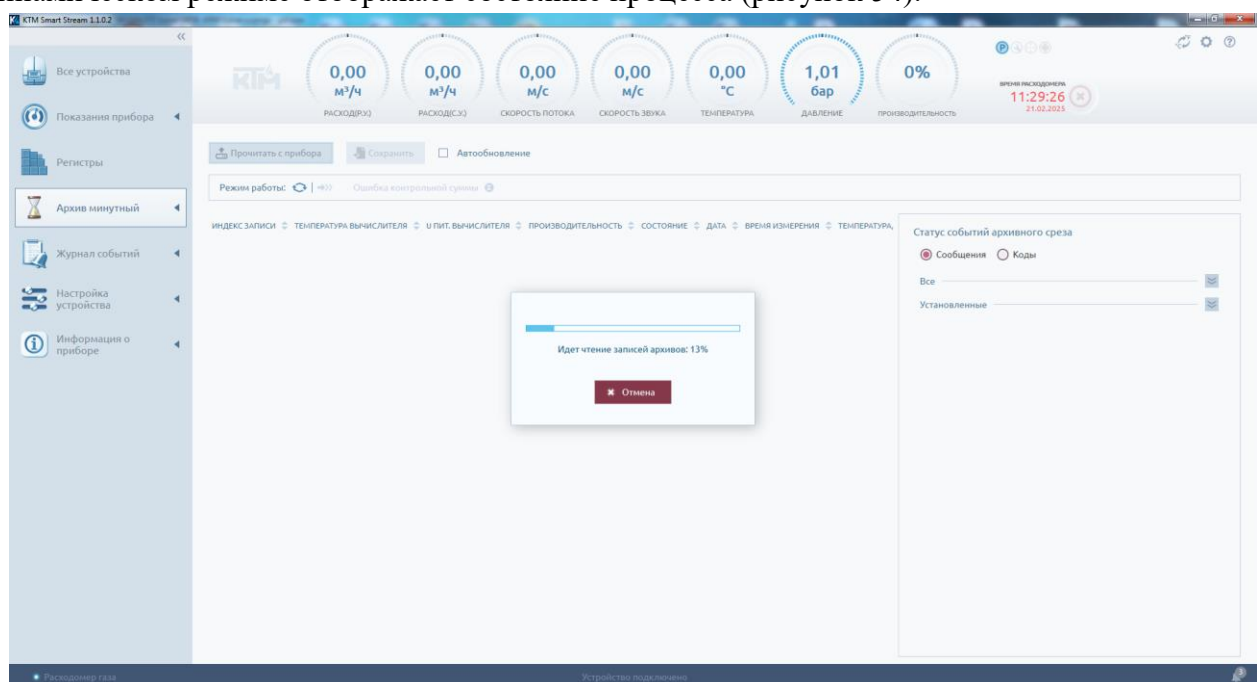

Рисунок 54 – Процесс чтения минутного архива.
4.13.5.2 Для прочтения данных с расходомера в появившемся окне необходимо нажать кнопку «Прочитать с прибора». При этом появится окно загрузки данных, которое в динамическом режиме отображает состояние процесса (рисунок 54).